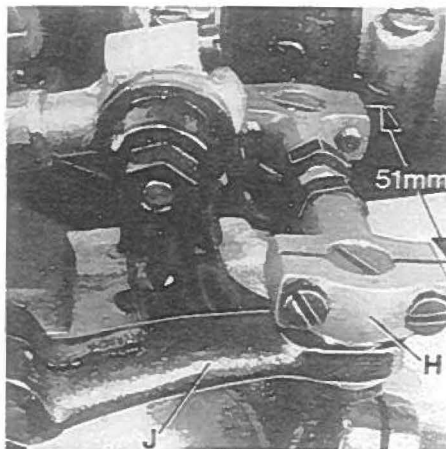

Fig.13
The distance (set at the factory) from center to center of the two ball joints driving the cross looper should be 51 mm (2 in.) (see Fig. 13).
Basically the front ball joint (H, Fig. 13) should be positioned as far as it will go to the left in the fastening slot of the cross looper drive lever (J).
Der Abstand (im Werk eingestellt) von Mitte zu Mitte zwischen den beiden Kugelgelenken zum Antrieb des Quergreifers muß 51 mm betragen (siehe Fig. 13).
Standardmäßig soll das vordere Kugelgelenk (H, Fig. 13) so weit wie möglich nach links im Befestigungsangloch des Quergreifer-Antriebhebels (J) gestellt werden.
If required the length of the path of the cross looper swing motion can be reduced by positioning ball joint (H, Fig. 13) to the right in the fastening slot of the cross looper drive lever (J).
Bei Bedarf kann der Schwenkweg des Quergreifers durch versetzen des Kugelgelenks (H, Fig. 13) im Befestigungslangloch des Quergreifer-Antriebshebels (J) nach rechts verkleinert werden.